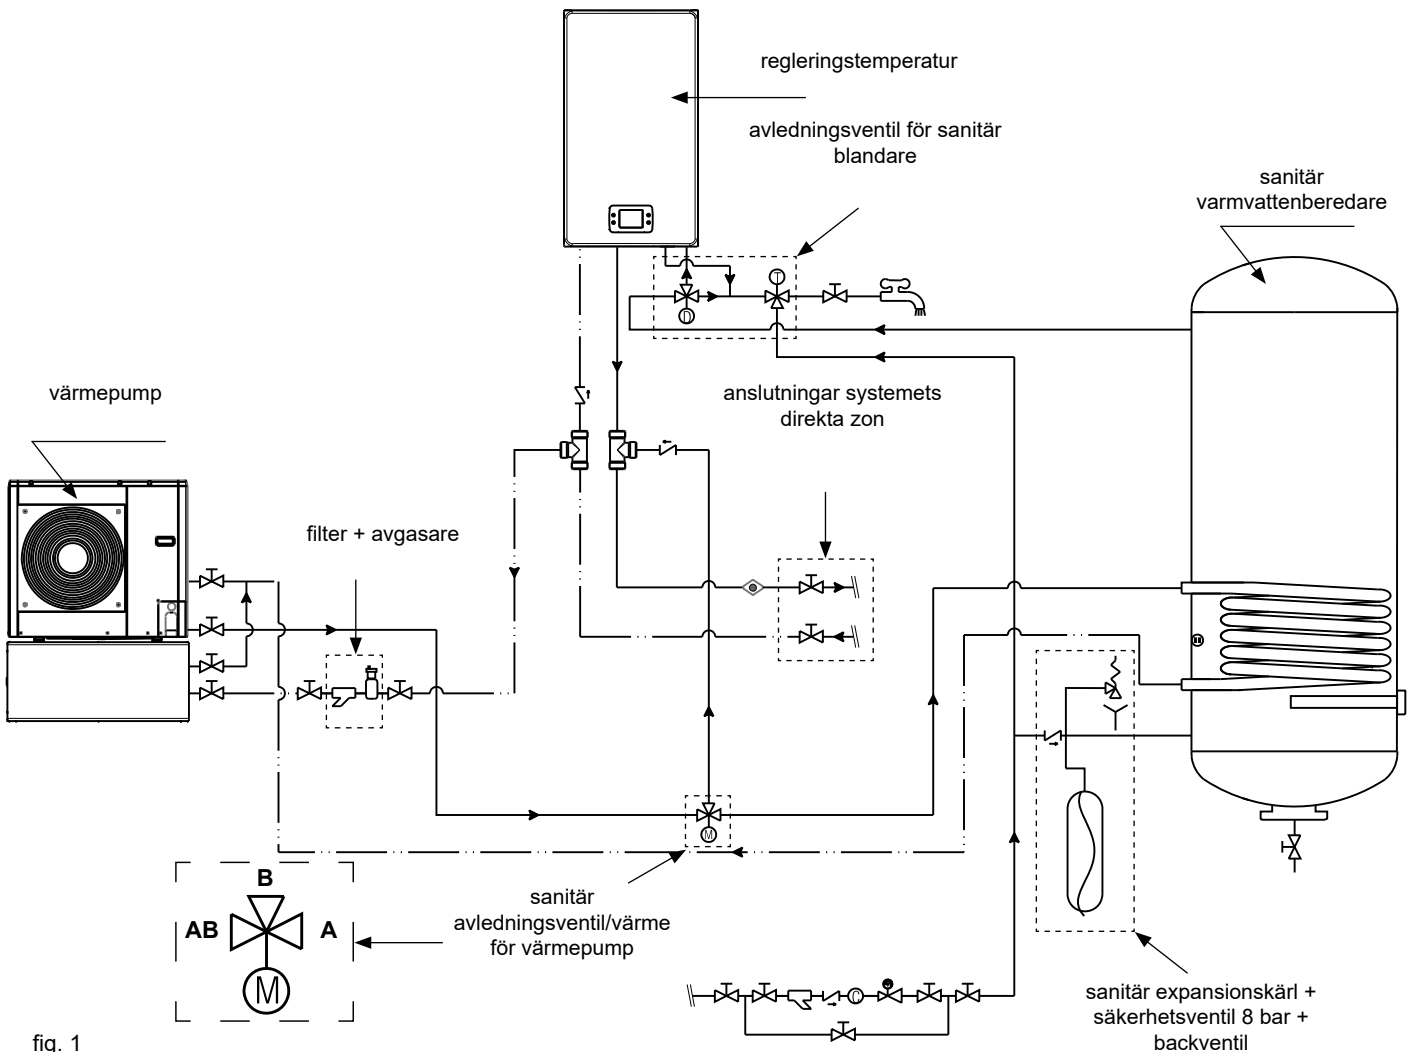

fig. 1
- Placera avledningsventilen enligt hydrauldiagrammet (fig. 1).